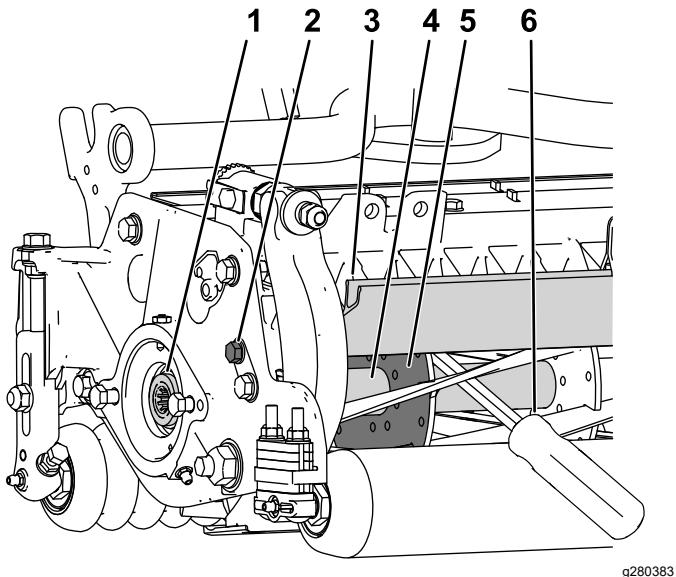

图 26
- 松开滚刀组左侧的屏蔽螺栓抬起后护罩图 26。
- 将一根长柄撬棍建议尺寸为 0.95cm x 30.48cm 带螺丝刀柄插入滚刀组后部最靠近需要扭转的滚刀组一侧图 26。
- 将撬棍靠着滚刀支撑板的焊接侧图 26。